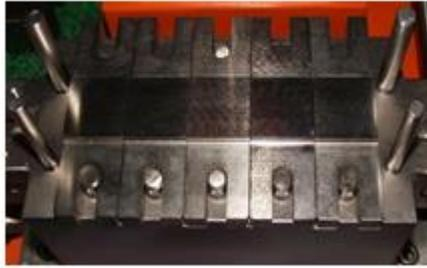

图 1
- (1) 取一卷宽 25.4mm 的双面胶固定在双面胶固定架。
- (2) 将试样座（共五片）置于夹紧座的插梢上（见图 1）。